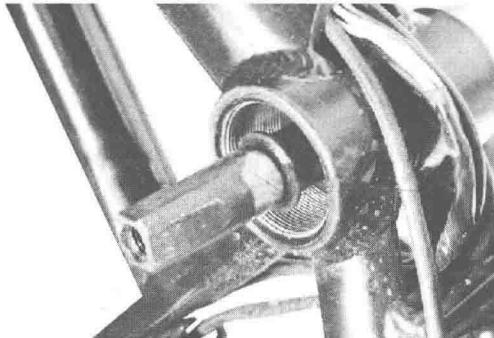

图 1-9 卸下旧助力传感器
(1) 用套筒扳手取下电动自行车脚拐和链轮，即可取下旧助力传感器，并拔下其引线插件，如图 1-9 所示。